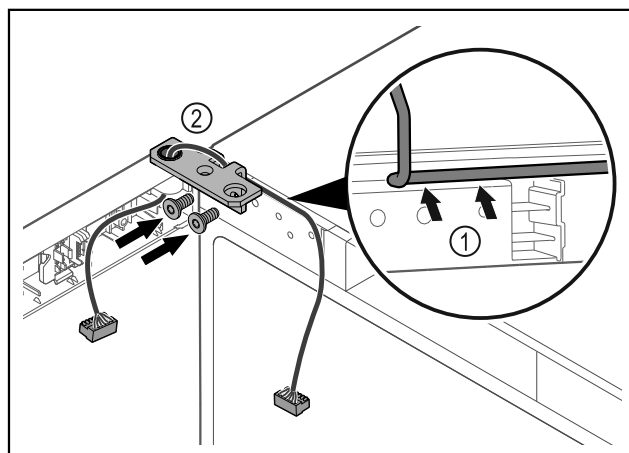

Fig. 45
- Ved'te kabel skrz vybraní úhelníku závěsu a opatrně jej položte Fig. 45 (1).
- Našroubujte úhelník závěsu Fig. 45 (2).